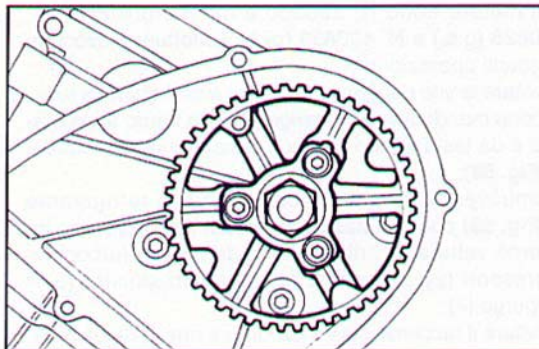

Fig. 62 ▲
- svitare il dado centrale e rimuovere la puleggia distribuzione con il suo mozzetto asolato (**Fig. 62**);
- unscrew the centre nut and remove the timing pulley and its slotted hub (**Fig. 62**);